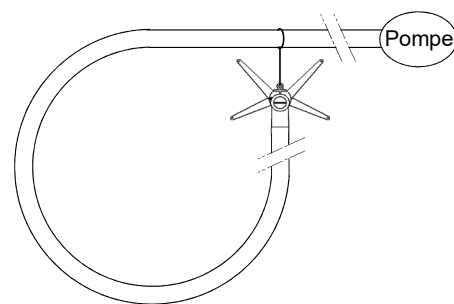

Fig. 6
- **3** - Si vous ne disposez pas de support solide, la lance peut-être arrimée au tuyau d'arrivée d'eau (Fig. 6)